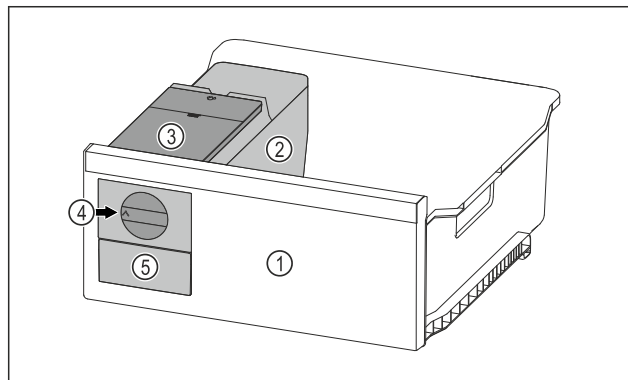

Fig. 75 Eksempelfremstilling
- Vri dreieknotten Fig. 75 (4) med klokken til den stopper.
- Isbitene faller fra isbitbrettet og ned i isbitskuffen Fig. 75 (5).